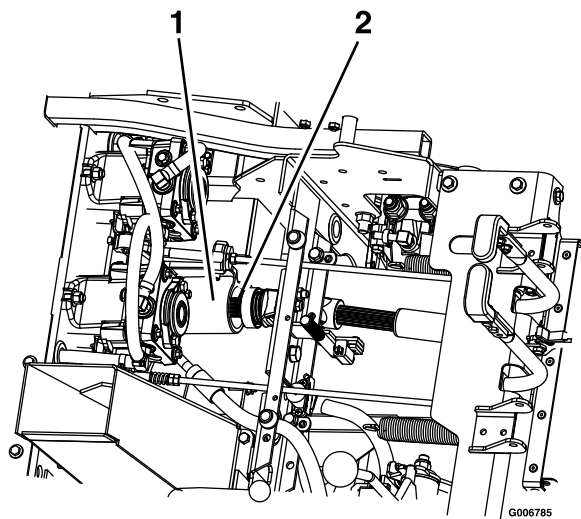

Figure 78
8. Déverrouillez le siège et séparez l'arbre d'entraînement de l'arbre intermédiaire avec l'accouplement rapide (Figure 78).
4. Montez l'arbre d'entraînement sur l'arbre intermédiaire (Figure 78).